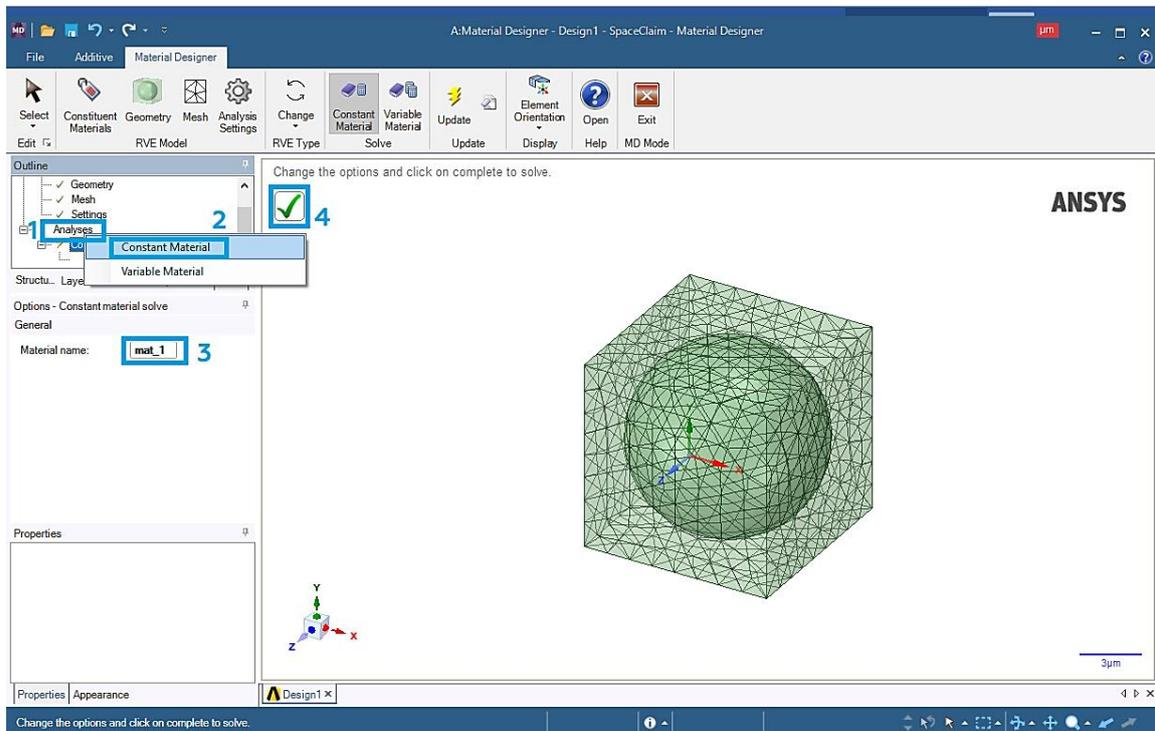

Рис. 11. Создание сетки объемного элемента
9. Присваиваем название созданному объемному элементу (рис. 11). Для этого нажимаем ПКМ на **Analyses** (1) – **Constant Material** (2), вводим название материала (3) и нажимаем на галочку (4). Закрываем окно **Material Designer**.